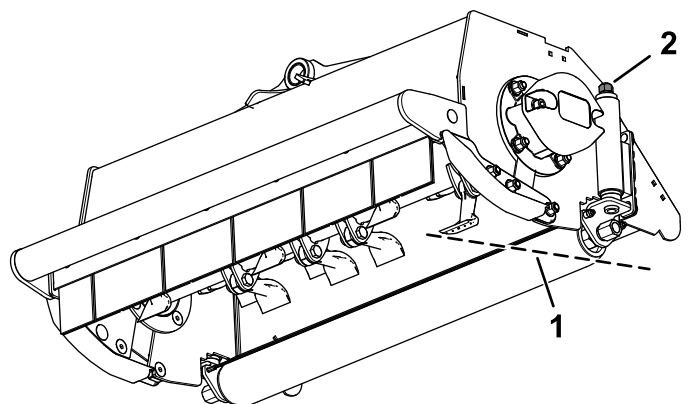

Bild 27
1. Drehen Sie die Stellmutter an beiden Enden nach rechts, um die Schnitthöhe zu verringern, oder nach links, um die Schnitthöhe zu erhöhen (Bild 27).